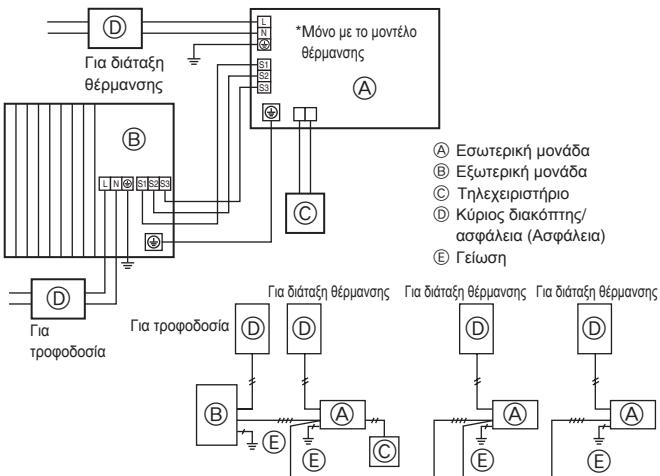
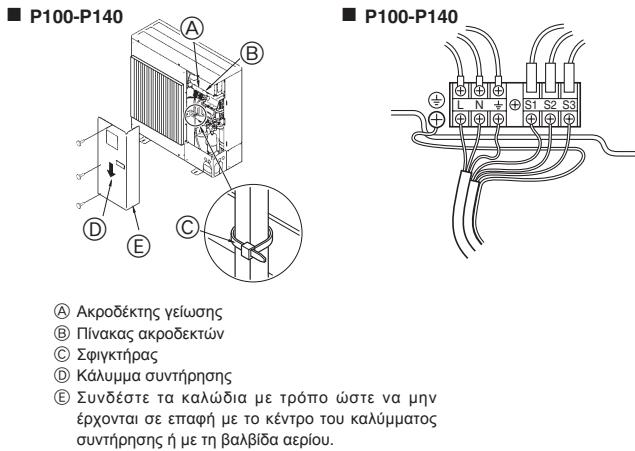

Fig. 6-1
Fig. 6-2
6.1. Εξωτερική μονάδα (Fig. 6-1, Fig. 6-2)
- ① Αφαιρέστε το πλαίσιο συντήρησης.
② Συνδέστε τα καλώδια που αναφέρονται στην Εικόνα 6-1 και στην Εικόνα 6-2.